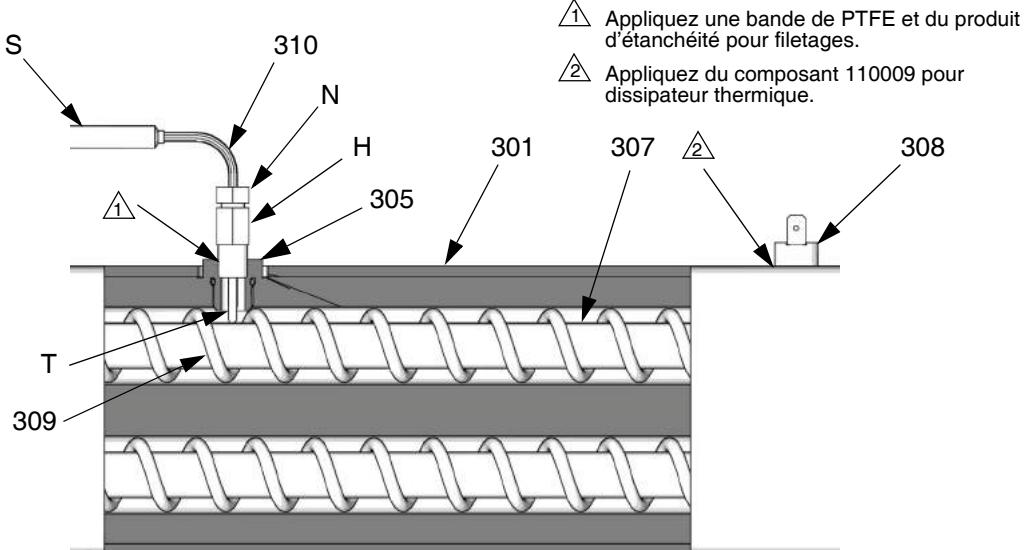

FIG. 9. Thermocouple
- Consultez la FIG. 9. Desserrez l'écrou de la virole (N). Retirez le thermocouple (310) du boîtier du réchauffeur (301) puis retirez le boîtier du thermocouple (H) de l'adaptateur (305) sauf si cela est nécessaire. Si l'adaptateur doit être retiré, assurez-vous que le mélangeur (309) n'est pas sur le trajet pour remettre l'adaptateur en place.
- Remplacez le thermocouple, FIG. 9.
- Retirez le ruban de protection de la pointe du thermocouple (T).
- Appliquez un ruban PTFE et du produit d'étanchéité pour filetage sur les filetages mâles puis serrez le boîtier du thermocouple (H) sur l'adaptateur (305).
- Enfoncez le thermocouple (310) de sorte que la buse (T) soit en contact avec l'élément chauffant (307).
- Tout en maintenant le thermocouple (T) contre l'élément chauffant, serrez l'écrou de la virole (N) et vissez-le ensuite de 1/4 de tour supplémentaire.
- Faites passer les câbles (S) dans l'armoire et dans le faisceau comme auparavant. Rebranchez les câbles sur la carte.
- Mettez les réchauffeurs A et B en marche simultanément à titre d'essai. Les températures doivent monter de façon égale. Si un réchauffeur affiche une température basse, desserrez l'écrou de virole (N) et serrez le boîtier du thermocouple (H) pour que la buse du thermocouple (T) soit bien au contact de l'élément (307).
- Débranchez un fil de sortie du limiteur de température (308), FIG. 9. Testez la résistance du limiteur avec un ohmmètre. La résistance doit être d'environ 0 ohm.
- Si le résultat du limiteur n'est pas bon, retirez les câbles et les vis. Jetez le limiteur défectueux. Appliquez le dissipateur thermique 110009, installez le nouveau limiteur au même endroit sur le boîtier (301) puis, fixez avec les vis (311). Rebranchez les câbles.